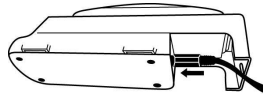

Fig. 1a
- Insira o cabo de alimentação TR-941E no berço (Fig. 1a).